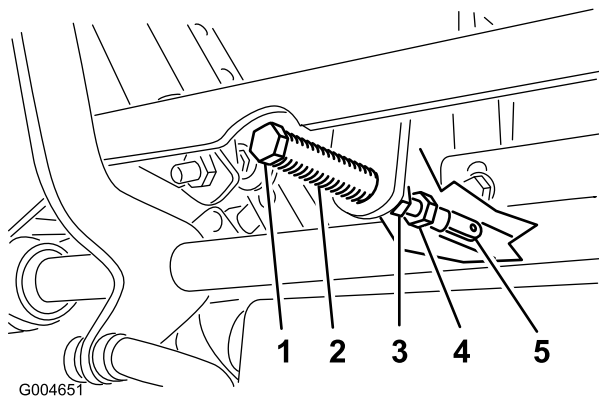

Figura 63
5. Tirate indietro la leva finché il cavallotto con testa (sul braccio sottostante l'albero di articolazione) non tocca l'estremità della scanalatura (inizia a premere sulla molla) (Figura 63).
- Se occorre regolare, allentate il dado e il controdado contro la forcella (Figura 63).
- Premete leggermente indietro la leva di comando del movimento e girate la testa del bullone di regolazione nella direzione opportuna finché la leva di comando non si trova al centro, in posizione di bloccaggio in folle (Figura 63).
- Serrate il dado e il controdado (Figura 63).
9. Serrate i controdadi dei giunti a sfera (Figura 63).